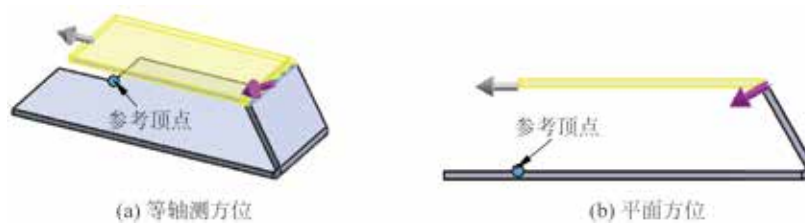

图 5.18 成形到一顶点
- **成形到一顶点** 选项：用于设置拉伸到选定顶点所在的平面，如图 5.18 所示。